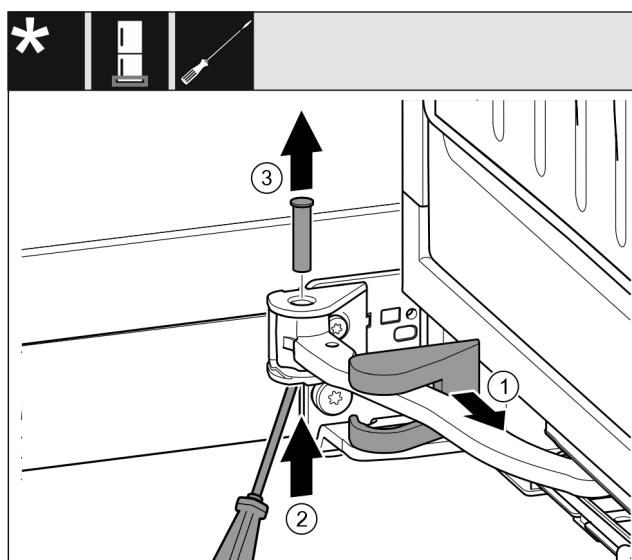

Fig. 15
- Skinite pokrov podloška ležaja i pomaknite ga uzduž zgloba. Fig. 15 (1)
- Prstom ili odvijačem podignite odozgo svornjak. Fig. 15 (2)
- Gurnite odvijač ispod glave svornjaka i izvucite je. Fig. 15 (3)